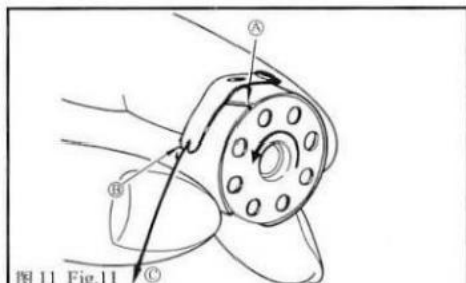

图 11 Fig.11
5. 梭心的装法 (图11)
5. SETTING THE BOBBIN INTO THE BOBBIN CASE (Fig.11)